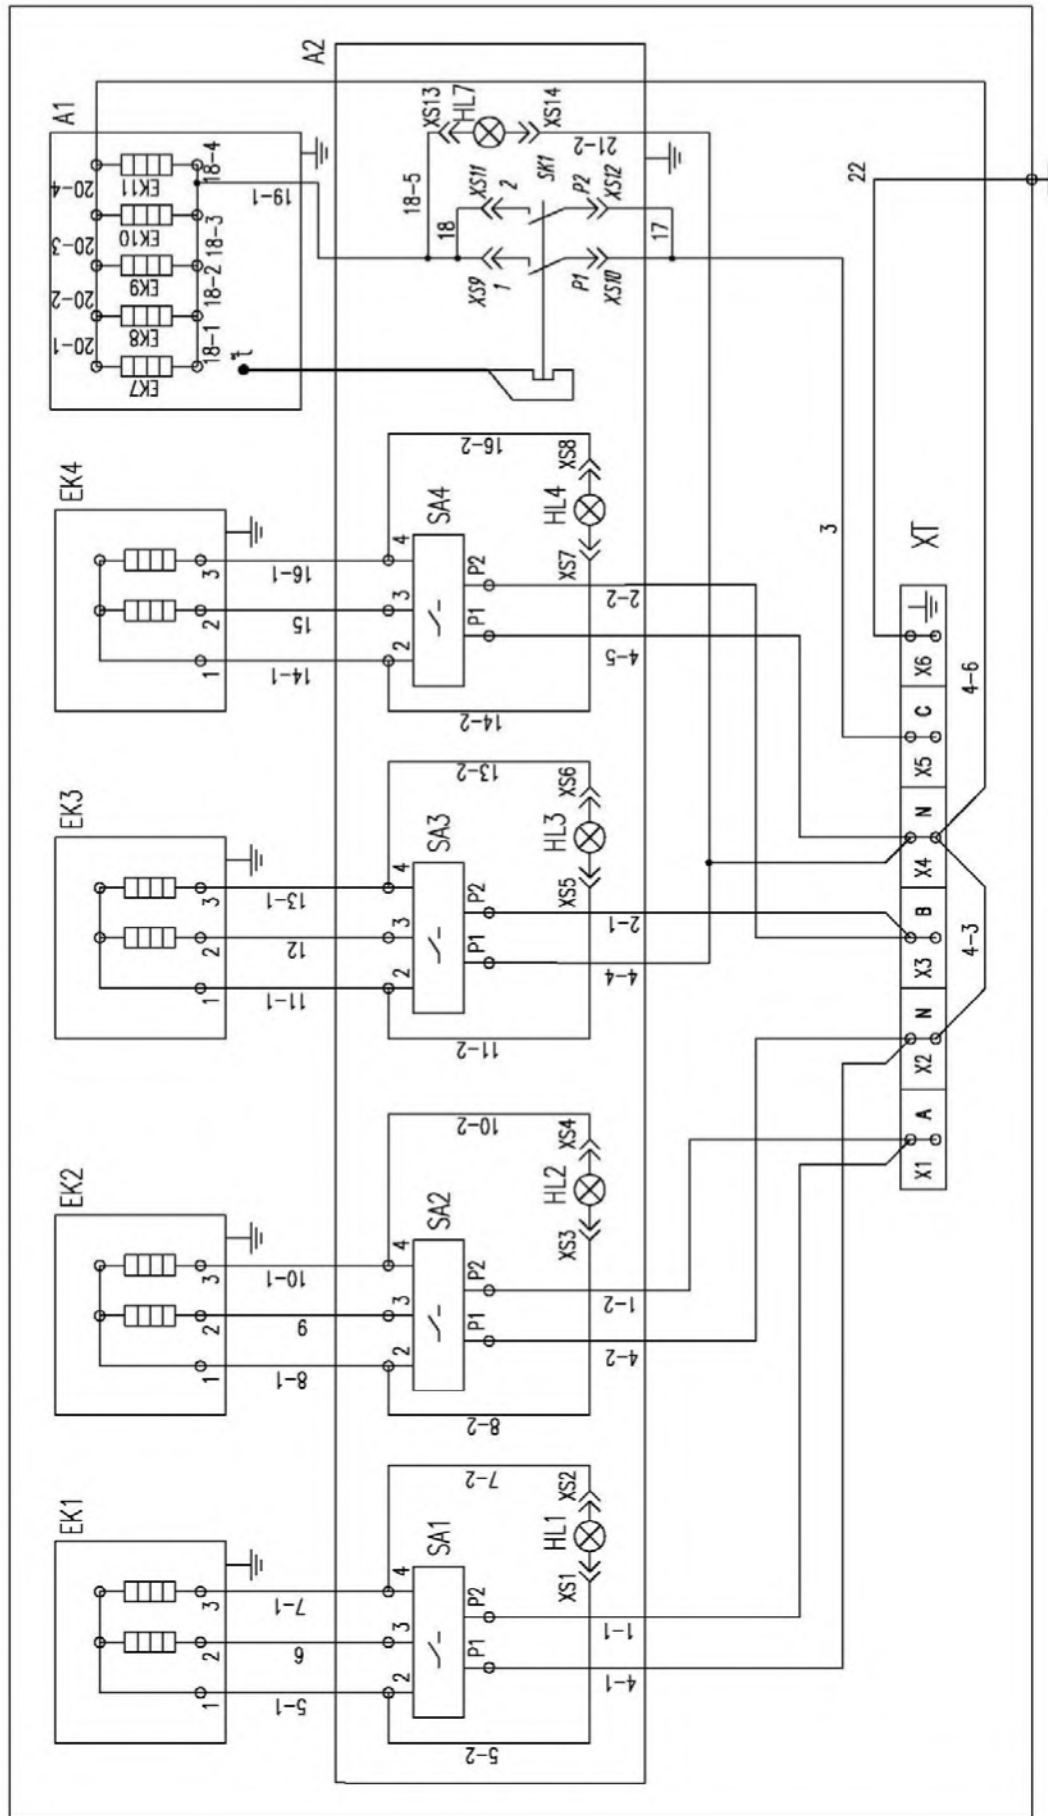

Рисунок 5 - Схема электрическая принципиальная плиты ПЭ-804Ш(Н)
5.2.2 Каждая конфорка снабжена отдельным переключателем, которые расположены на панели управления конфорками (рисунок 5; 6).
Ступенчатое регулирование мощности нагревателей каждой конфорки осуществляется установкой ручки переключателя в положение «1», «2» или «3», что соответственно определяет степень нагрева: слабый, средний или сильный. Отключение конфорки производится установкой ручки переключателя в положение «0». Мнемосхемы на панели управления указывают, к какой конфорке относится ручка переключателя мощности (рисунок 5; 6).